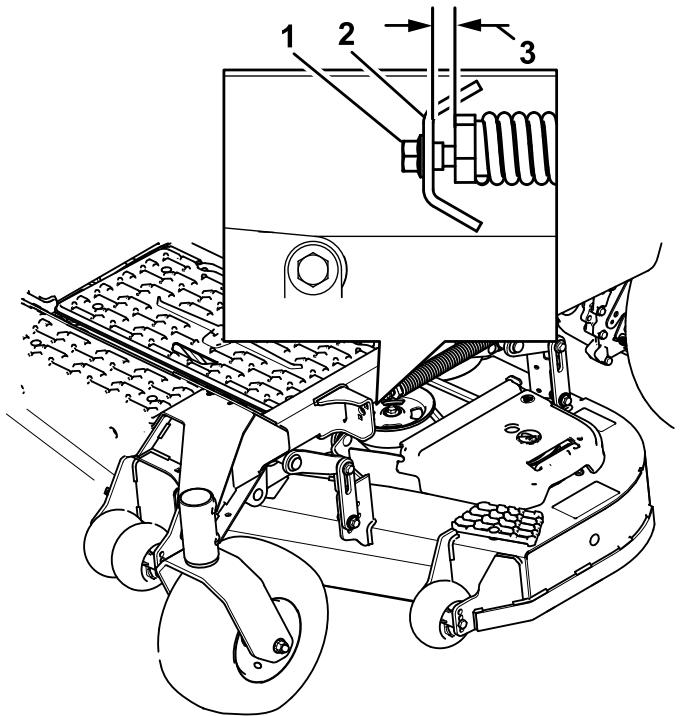

Figure 108
10. Desserrez lentement la vis de réglage sur le ressort d'aide au levage jusqu'à ce que vous puissiez enlever la vis (Figure 108).